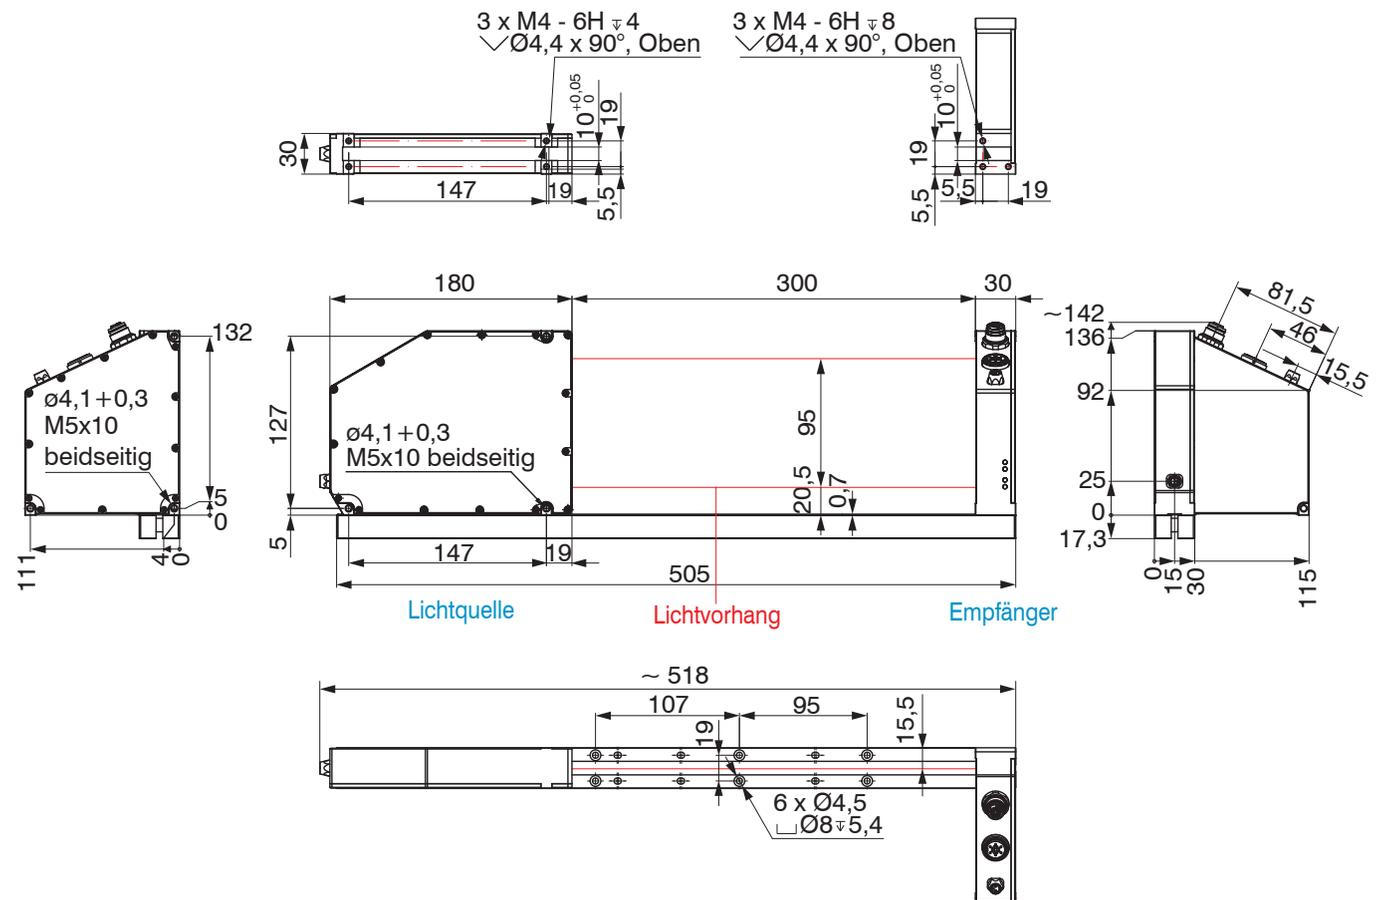

Abb. 10 Maßzeichnung optoCONTROL 2520-95(270), Abmessungen in mm
Die Montagezeichnung des optoCONTROL 2520-95 und der Option optoCONTROL 2520-95(270) für die Befestigung auf der Montageschiene entnehmen Sie bitte den vorangegangenen Zeichnungen, siehe Abb. 9, siehe Abb. 10.